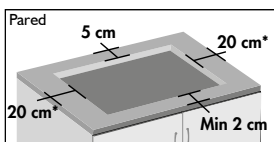

Figura 16.
- Si el recinto donde se va a instalar el artefacto clasifica como espacio confinado según NTC 3631 (Actualización Vigente) y el método de ventilación es el método 2, garantice las medidas especificadas en la (Figura 16).
- La distancia mínima que debe haber entre la perforación y las pared posterior es de 5 cm para el frente debe ser de (min 2 cm) y para los laterales de 20 cm (Ver figura 16).